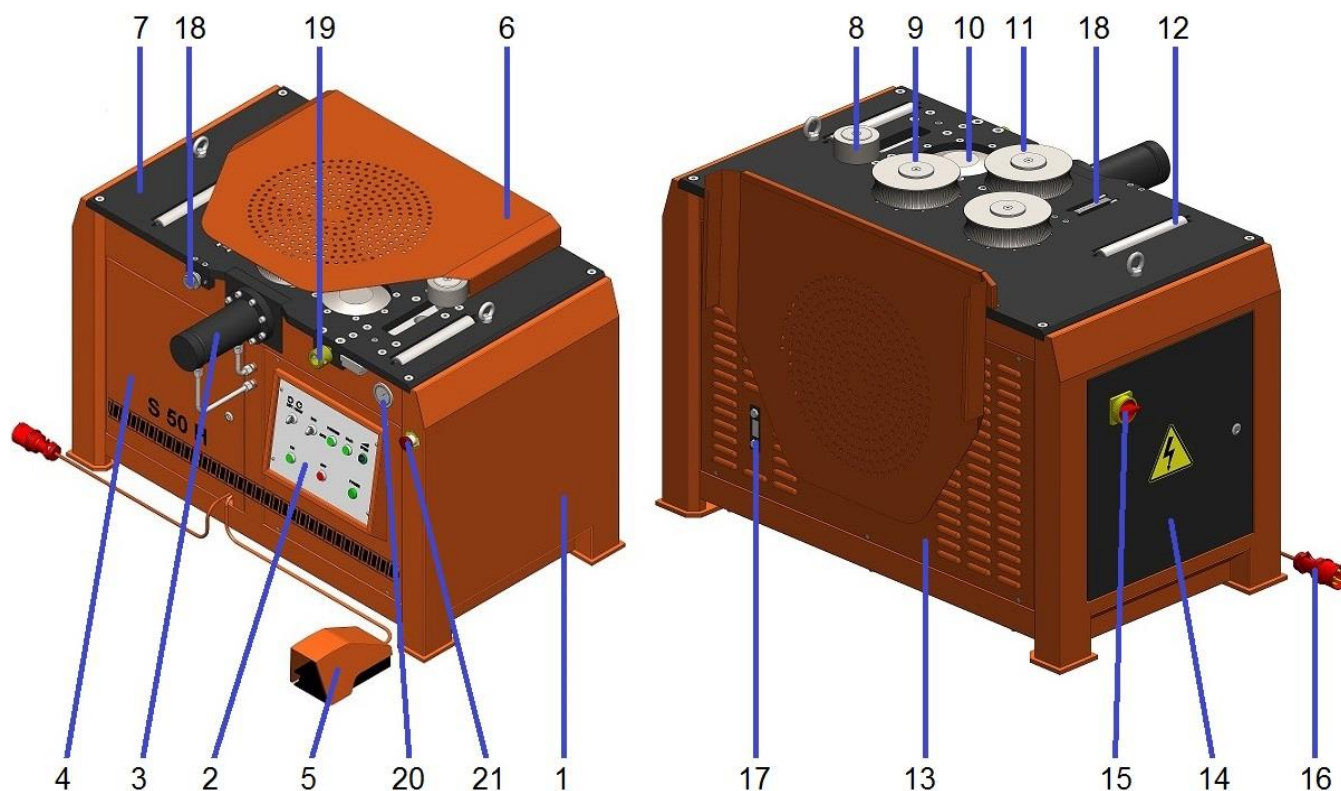

Рис. 1: Основные части гибочного станка
- Включите главный выключатель на электрической панели станка (Рисунок: 1 №: 15) и запустите станок, нажав кнопку ВКЛ на панели управления (Рисунок: 3, №: 27). Чтобы проверить, есть ли у станка питание, убедитесь, что индикатор питания (Рисунок: 3, №: 29) горит.
- На панели управления поверните переключатель Влево-Вправо (Рисунок 3 №: 22) в ЛЕВОЕ положение и нажмите ножную педаль (Рисунок: 1 Номер: 5) и убедитесь, что неподвижные ролики (Рисунок: 1, №: 9) вращаются влево (против часовой стрелки).
- Если изгибаемая часть имеет форму спиральной пружины, отрегулируйте шаг пружины (расстояние между двумя кругами), подняв шаговый ролик (Рисунок: 1, №: 10) вверх.
- Отрегулируйте опорный ролик (Рисунок 1 №: 8) так, чтобы он наклонялся по касательной к арматуре, которую нужно согнуть, с помощью регулировочной ручки опорного ролика (Рисунок: 1 №: 19). Опорный ролик используется для предотвращения растяжения арматуры и стандартного выхода деталей во время сгибания.
- С помощью линейки регулировки расстояния (Рисунок: 1 №: 18) отрегулируйте, насколько поршень давления (Рисунок: 1 №: 3) будет перемещать движущийся ролик (Рисунок: 1 №: 11) в соответствии с изгибаемой частью арматуры. По мере приближения движущегося ролика к неподвижным роликам диаметр изгиба становится меньше.